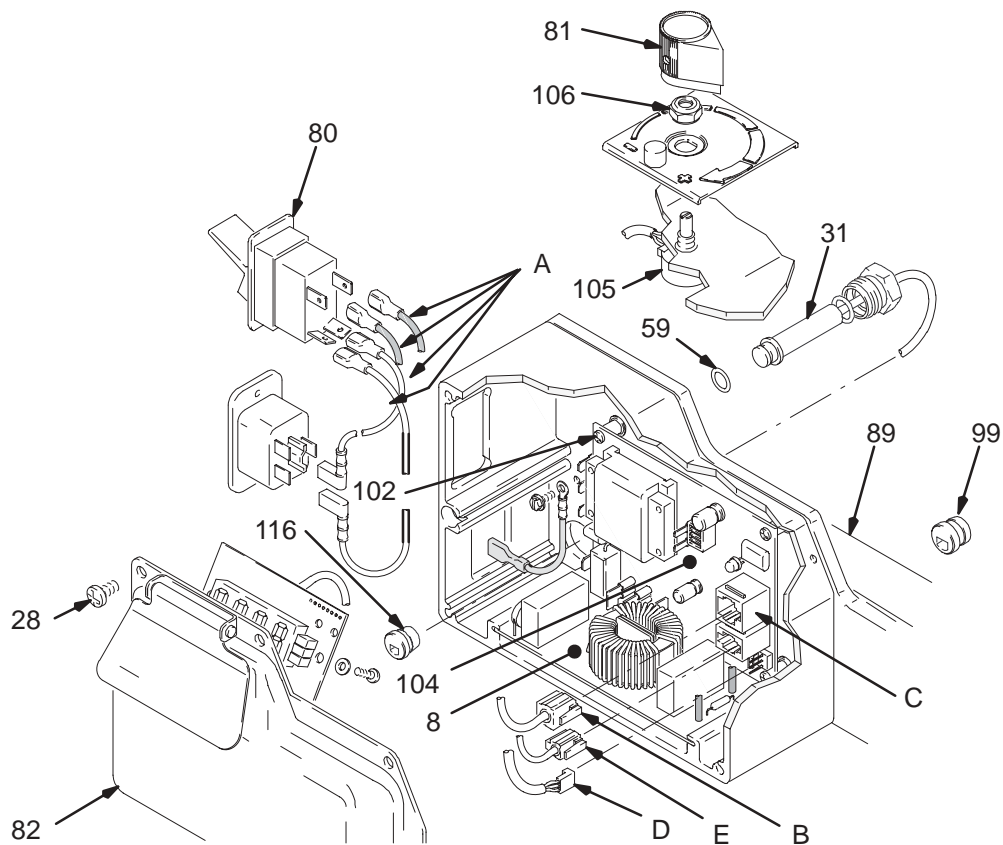

Fig. 7
3. Fig. 7. Ta dekslet (82) av trykkreguleringen.
4. Ta displaykontakten (B) ut av kontakt (C).
5. Koble fra de fire ledningene (A) på PÅ/AV-bryteren (80).
6. Trykk inn de to låsetappene på hver side av PÅ/AV-bryteren (80) og ta den av.
7. Monter den nye PÅ/AV-bryteren (80) slik at tappene på bryteren smetter på plass i trykkreguleringshuset.
8. Koble de fire ledningene (A) til PÅ/AV-bryteren.
9. Sett displaykontakten (B) i kontakt (C).
10. Monter dekslet (82) på trykkreguleringen.
- Fig. 7. Ta ut de fire skruene (28) og ta av dekslet (82).
- Fig. 7. Monter motorstyrekortet (104) med fire skruer (102).
- Koble til motorstyrekortet (104):
- Ledning (E) til omformeren.
- Ledning (D) til potensiometeret.
- Filterkort (8).
- Ta ut fem skruer (28) og ta av dekslet (82). Se Fig. 7.
2. Fig. 7. Ta ut de fire skruene (28) og ta av dekslet (82).
3. Ta ledningen (E) av motorstyrekortet (104).
4. Ta av spenningsavlastningsforingen (116).
5. Ta trykkreguleringsomformeren (31) og o-pakkingen (59) av motorstyrehusets plate (89).
1. Fig. 7. Sett o-pakkingen (59) og trykkreguleringsomformeren (31) i motorstyrehusets plate (89). Trekk til med et moment på 40,7–47,5 N.m.
2. Monter spenningsavlastningsforingen (116).
3. Koble ledningen (E) til motorstyrekortet (104).
4. Monter dekslet (82) med fem skruer (28).
3. Ta ledningen (D) av motorstyrekortet (104).
4. Ta av potensiometerknotten (81), tetningsakselmutteren (106) og trykkjusteringspotensiometeret (105).
1. Fig. 7. Monter trykkjusteringspotensiometeret (105), tetningsakselmutteren (106) og potensiometerknotten (81).
2. Koble ledningen (D) til motorstyrekortet (104).
3. Monter dekslet (82) med fem skruer (28).